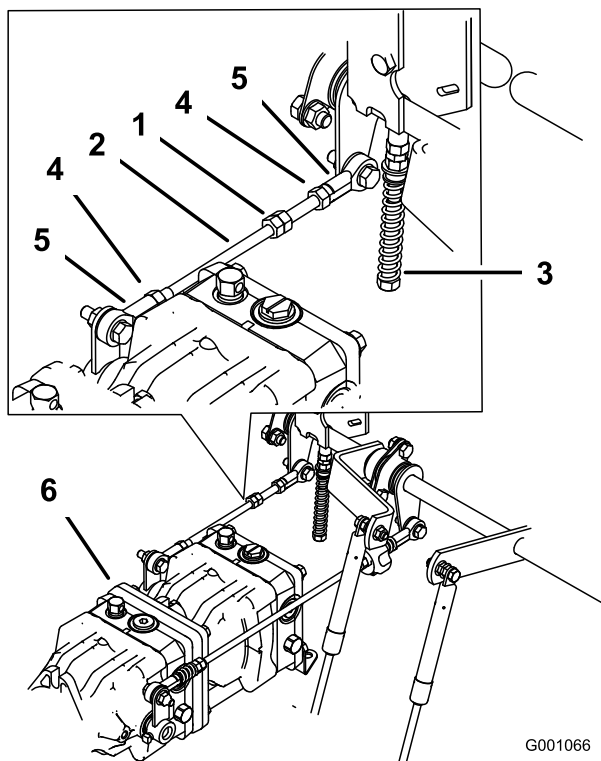

Figure 82
1. Desserrez les contre-écrous sur les rotules de la tige de commande de la pompe (Figure 82).
3. Réglez la longueur de la tige de pompe en tournant les doubles écrous dans le sens voulu, jusqu'à ce que la roue soit immobilisée ou tourne légèrement en marche arrière (Figure 82).
6. Serrez les contre-écrous contre les rotules (Figure 82).